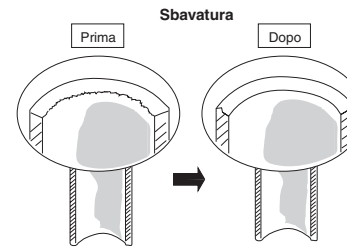

Fig. 5-1
- (1) Tagliare il tubo in rame alla lunghezza desiderata con una tagliatubi. Si raccomanda di tagliare da 30 a 50 cm in più rispetto alla lunghezza stimata del tubo.
- (2) Rimuovere le bave alla fine del tubo di rame svasato con un alesatore o una lima. Questo processo è importante e deve essere fatto con la massima cura. Fare attenzione ad impedire a contaminanti (umidità, sporco, trucioli di metallo) di entrare nei tubi. (Fig. 5-1 e 5-2)